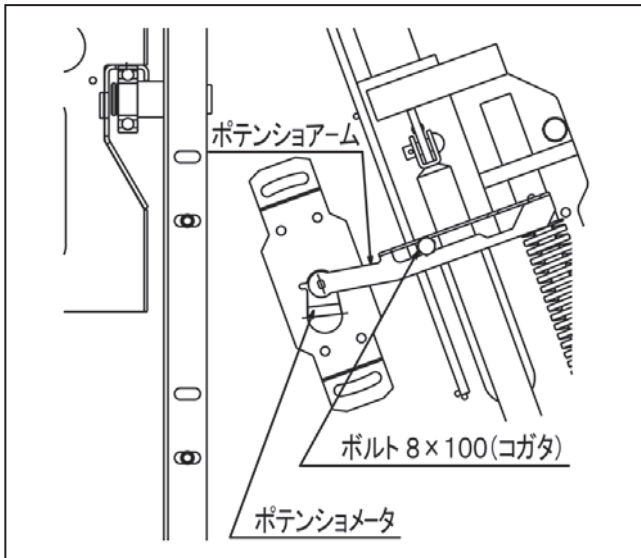

図 4-191
1. 感知に使用しているボルト 8 × 100(コガタ)を外し、図の位置で固定しポテンシオアームをボルト 8 × 100 の上に乗せます。(図 4-191)